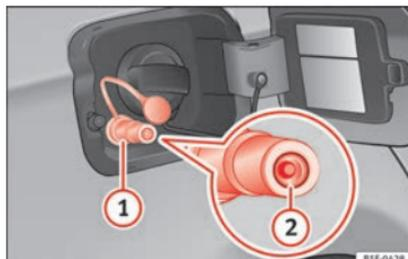

Fig. 239 Trappe à carburant ouverte : goulot de remplissage de gaz (1), serrure du goulot de remplissage (2).
- Enlevez le bouchon du goulot de remplissage de gaz » » » fig. 239 (1).